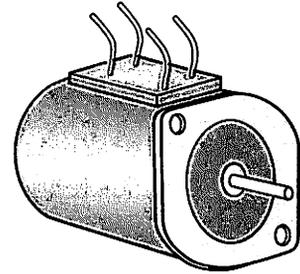

Fig. 19 : Moteur pas à pas à aimant permanent 40 pas par tour (Crouzet).
5.4. Alimentation d'un moteur pas à pas (fig. 19)